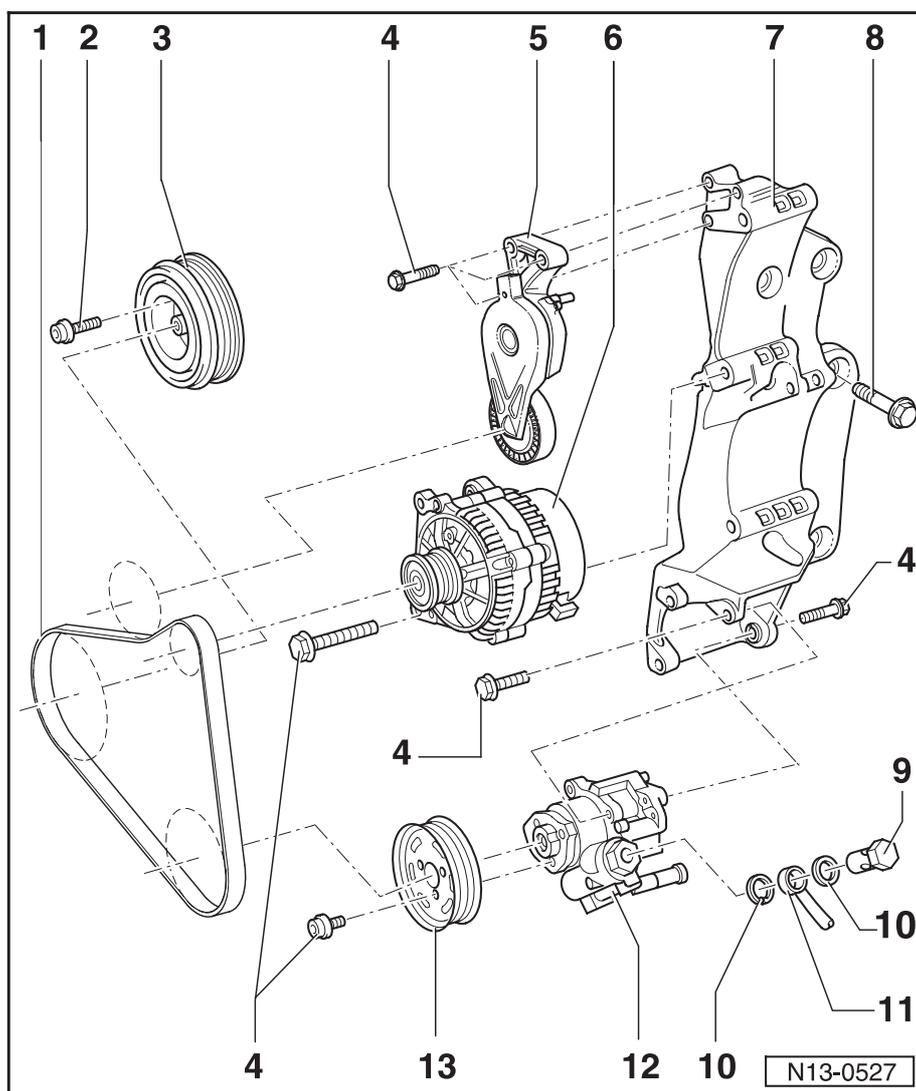

Рис. 1: Центрирующая втулка
- центрирующая втулка ⇒ Рис. 1 в **13-1**